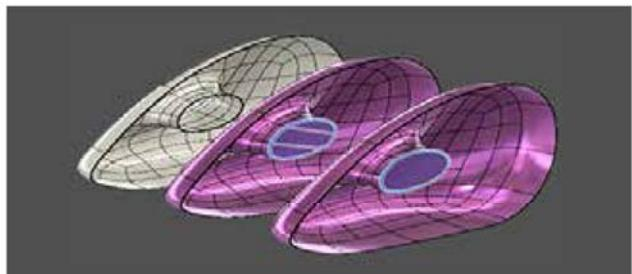

图 2-109
(7) **补孔**: 填充 T 样条实体中的内部孔。选择孔的边并设置填充的类型，如图 2-109 所示。